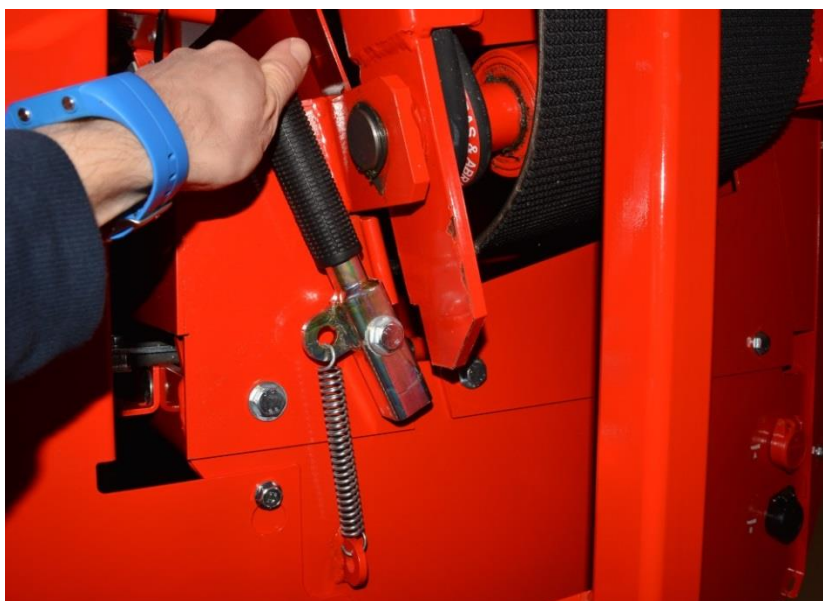

Bild 3.
2. Frigör låsningen genom att öppna spärren såsom visas på bild 3.